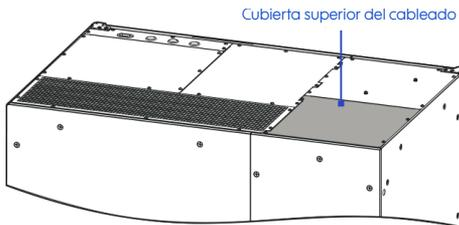

Figura 3-27 Ubicación de la cubuerta superior del cableado del UPS-IND HF 13500 y 13600
2. Utilice el desarmador para desenroscar los tornillos de fijación de la cubuerta superior del cableado (como se muestra en la figura 3-27).